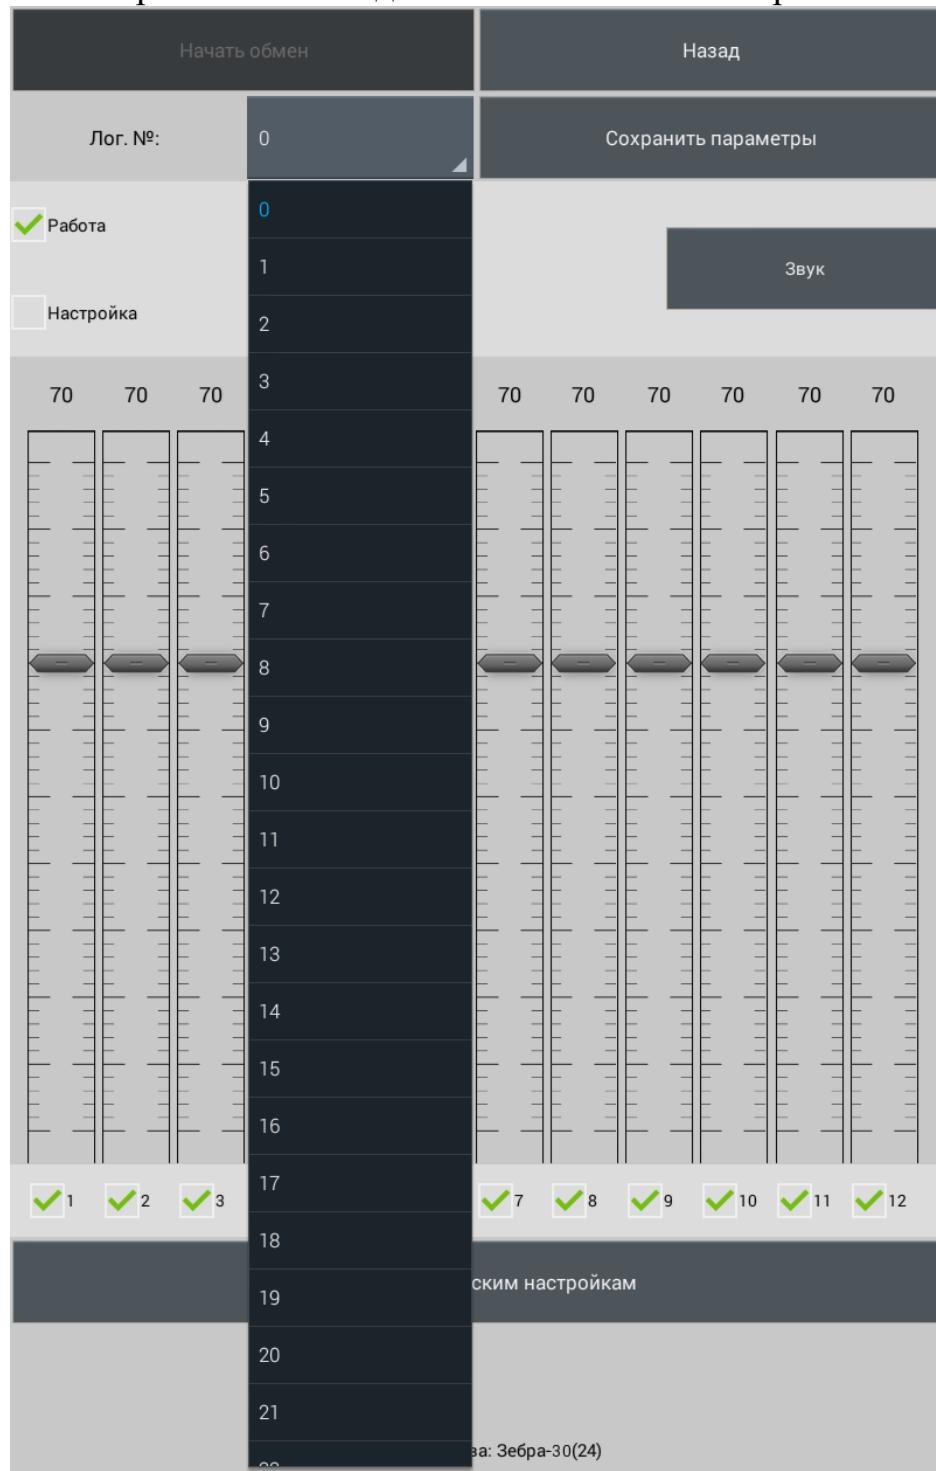

Рисунок 2.30
2.3.7.4.10 Для смены логического номера необходимо выбрать из списка новый логический номер (рисунок 2.30). После успешной смены логического номера всплывает надпись «Логический номер изменен».